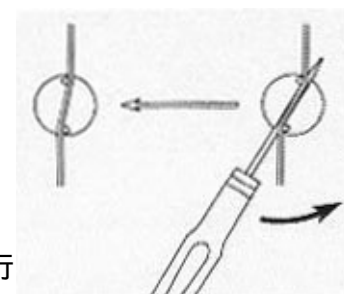

図 17
- ペダルをシャープにしてみてください。ディスクが弦を少し深く掴んでいることでしょうか。ドライバーの先をディスクの弦の裏側に入れて音程が正しくなるまでディスクを優しく戻してください(図 17)。